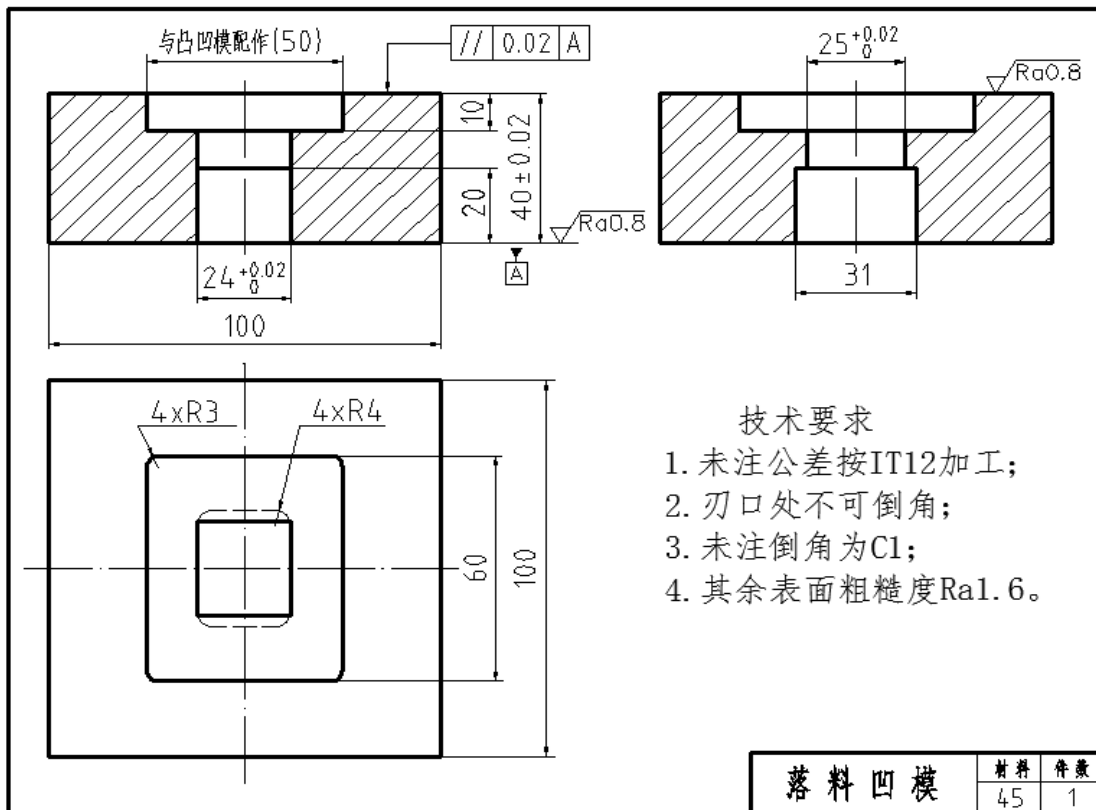

图 5 落料凹模示意图
3) 落料凹模(零件号 4)、冲孔凸模(零件号 11)、凸凹模(零件号 21)见示意图 5、6、7，由选手于比赛前自行加工并带到赛场，开赛前裁判进行检验，不符合示意图 5、6、7 要求的视为废件。